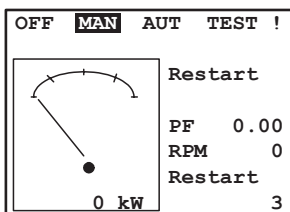

Рис. 8
- Нажмите на контроллере управления кнопку **9 «START»** (Рис. 3). Начнется обратный отсчет подготовки двигателя к запуску (Рис. 8).